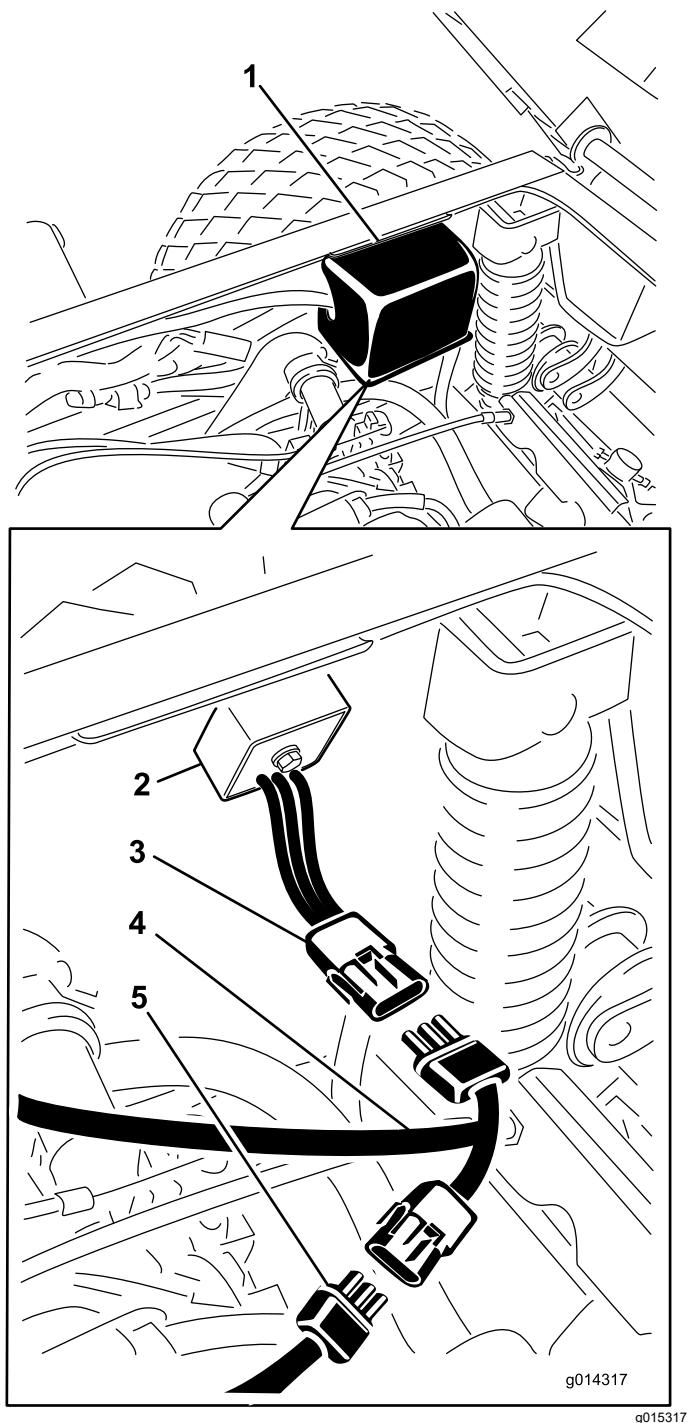

Figure 4
2. Déposez le couvercle du compartiment électrique, situé sur le côté droit du cadre, pour accéder au régulateur et au câblage (Figure 4).
- Débranchez le régulateur du faisceau du véhicule et branchez-le au faisceau de démarrage à clé arrière (Figure 4).
- Connectez le faisceau de démarrage à clé arrière au faisceau du véhicule (Figure 4).